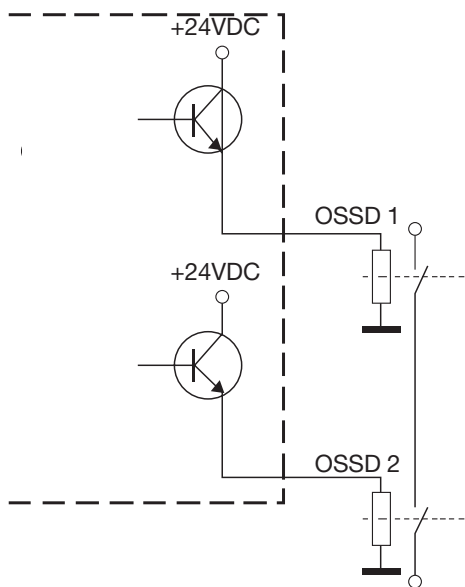

Fig. 17
- Los contactos de seguridad OSSD1 y OSSD2 no deberán ser nunca conectados en serie o en paralelo entre ellos, sin embargo podrán ser utilizados cada uno individualmente (véase Fig. 17), siempre y cuando se respeten los requisitos de seguridad de la instalación.